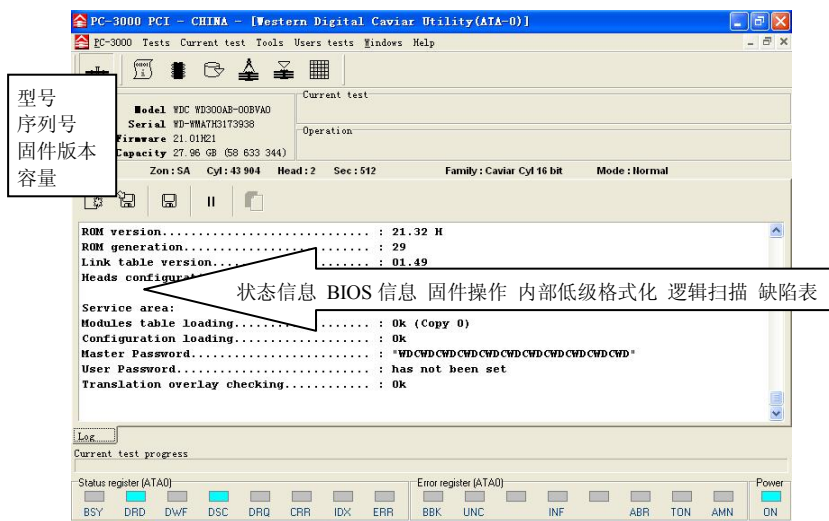

图 7-48 硬盘的基本信息
(2) 硬盘的型号、序列号、固件版本、容量等基本信息如图 7-48 所示。